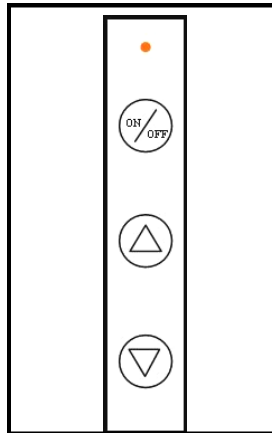

FIG. 2
4. Attendre cinq (5) minutes pour laisser échapper tout le gaz. Reniflez tout autour de l'appareil, y compris près du plancher, pour déceler une odeur de gaz. Si vous sentez une odeur de gaz, ARRÊTEZ! Passez à l'étape "B" des instructions de sécurité sur la portion supérieure de cette étiquette. S'il n'y a pas d'odeur de gaz, passez à l'étape suivante.
6. Si vous utilisez le panneau de contrôle manuel, appuyer sur le bouton ON/OFF (en haut). (voir fig. 2). Un signal sonore confirmera que la séquence de démarrage a commencé ; relâcher le bouton.